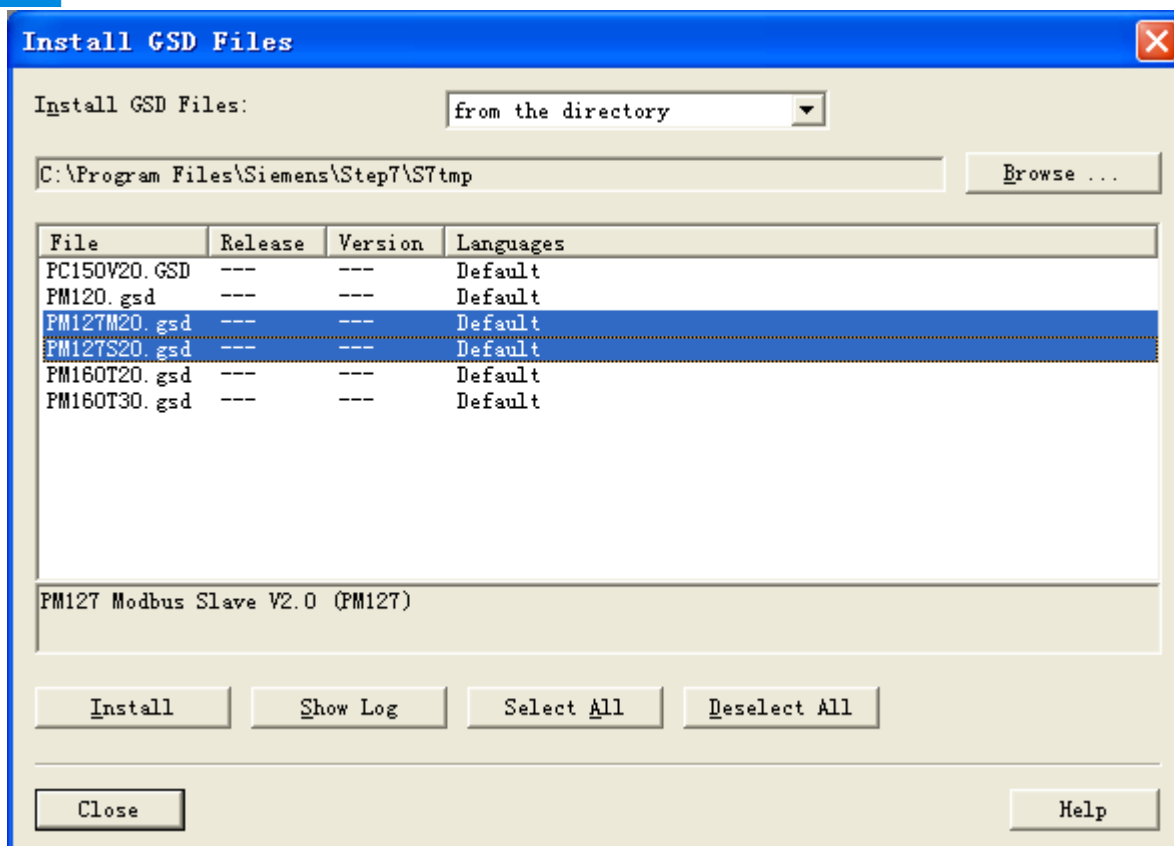

图 7
2. 弹出如图 7 所示窗口，选择 PM127M20.gsd 或者 PM127S20.gsd，点击“Install”，注册完后，单击“Close”，关闭注册窗口。